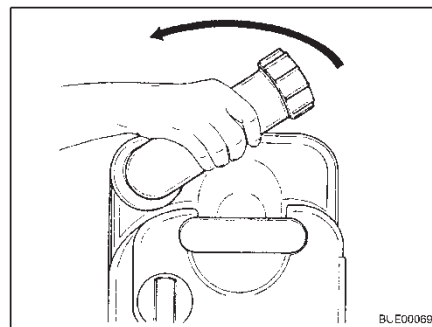

Fig. 176 Ruotare il bocchettone di scarico
- Ruotare il bocchettone di scarico verso l'alto (Fig. 176).